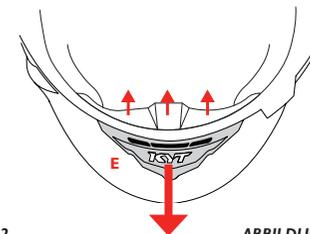

ABBILDUNG 3
- Abbildung 3: Belüftungsöffnung, vollständig geöffnet.